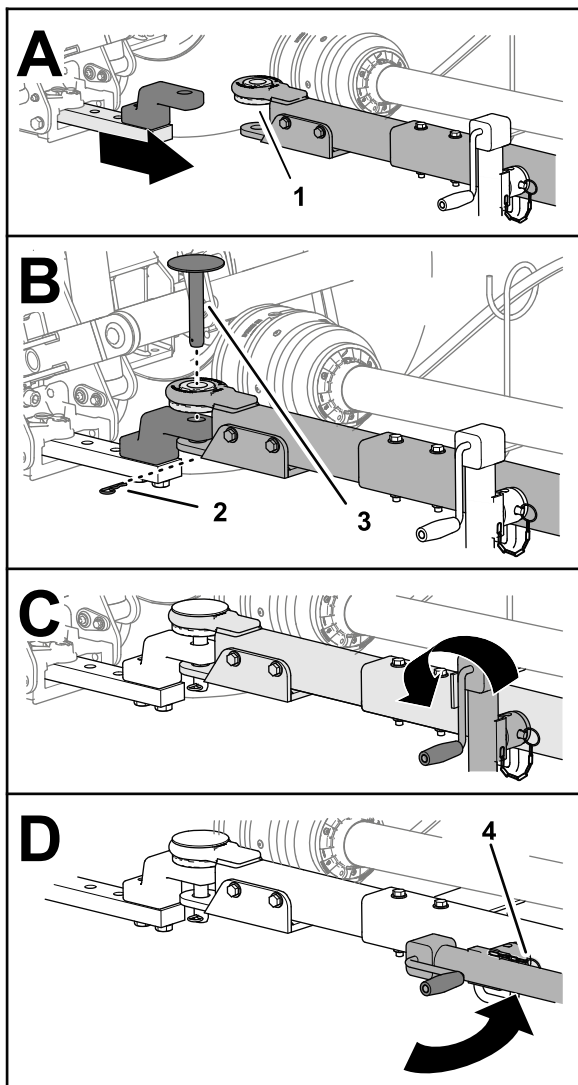

Рисунок 29
- Если на вашей газонокосилке установлена буксировочная штанга с пальцем, вставьте палец сцепного устройства в отверстия буксировочной штанги и тягового бруса и закрепите палец игольчатым шплинтом (Рисунок 29).
6. Полностью поднимите домкрат (Рисунок 29).
буксировочной штанге с помощью штифта (Рисунок 29).